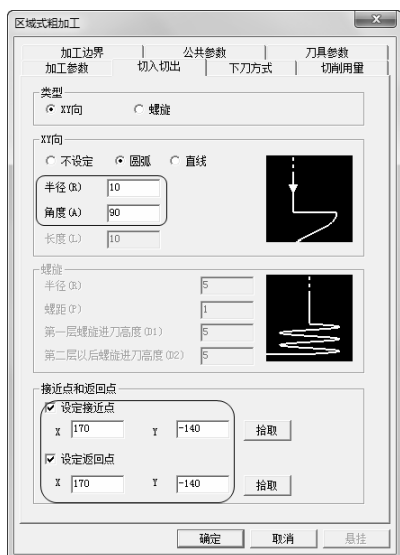

图 2-99 “切入切出”选项卡
2) 单击“切入切出”选项卡，设置“类型”为“XY 向”，“XY 向”为“圆弧”，具体“半径”、“角度”、“接近点”、“返回点”参数数值如图 2-99 所示。